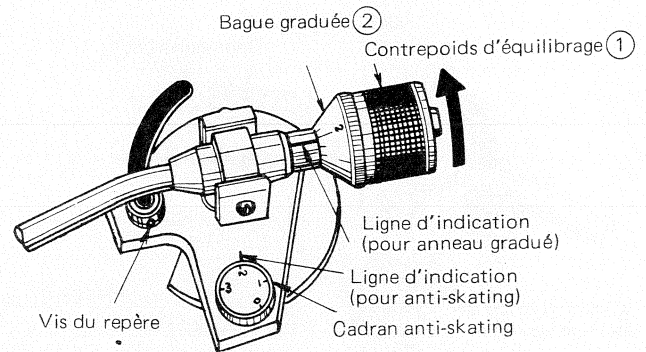

Fig. 11
- (1) Tourner le contrepoids équilibrage ① jusqu'à ce que le bras de lecture soit parfaitement équilibré.
- (2) Une fois le bras de lecture équilibré, tourner la bague noire graduée ② jusqu'à ce que le "0" de la bague vienne en regard de la ligne de repérage. Le bras de lecture est alors réglé sur zéro gramme de force d'appui.
- (3) Tourner le contrepoids équilibrage ① assez lentement jusqu'à ce que la ligne de repérage vienne se mettre en regard de la force d'appui préconisée. La pointe de lecture peut être réglée pour une force d'appui optimum. (Fig. 11)
Ajuster l'échelle de l'anti-skating avec la ligne de repérage en fonction de la force d'appui de la pointe de lecture de la cellule phonolectrice utilisée. (Fig. 11)
Pour ajuster la hauteur de la pointe de lecture à l'aide du repère, desserrer la vis du repère Fig. 11. Ajuster la hauteur du repère de telle sorte que la distance entre la pointe de lecture et le disque se situe entre 4 et 7mm quand un disque est palcé sur le plateau;